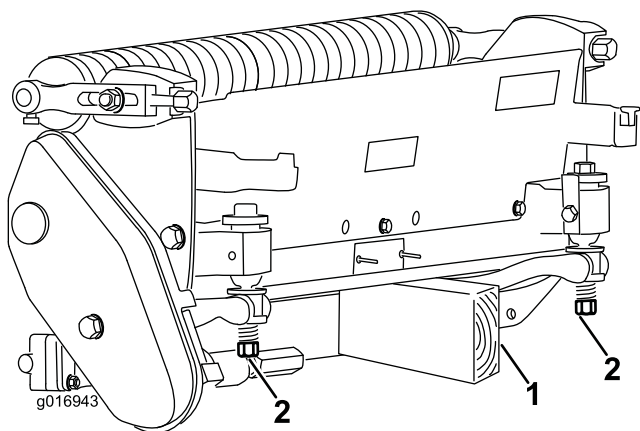

图3
当您需要翻转滚刀组以露出底刀/滚刀时应支撑住滚刀组的后部确保底刀架调节螺丝后端的螺母不会接触工作表面图3。
- 注意** 确保底刀架调节螺丝的螺母或后端不接触工作表面 图3。
注意 确保底刀架调节螺丝的螺母或后端不接触工作表面 图3。
重要事项 当必须翻转滚刀组露出底刀/滚刀时应支撑住滚刀组的后部确保底刀架调节螺丝后端的螺母不会接触工作表面 图3。